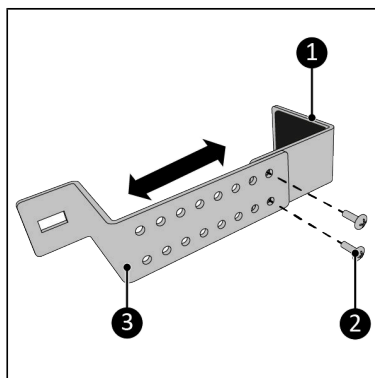

Figura 68.
3. Înșurubați partea superioară (Figura 68, nt. 1) și partea inferioară (Figura 68, nt. 3) împreună folosind cele două șuruburi M5 x 10 mm (Figura 68, nt. 2). Asigurați-vă că lățimea este puțin mai mare decât lățimea ramei ferestrei.